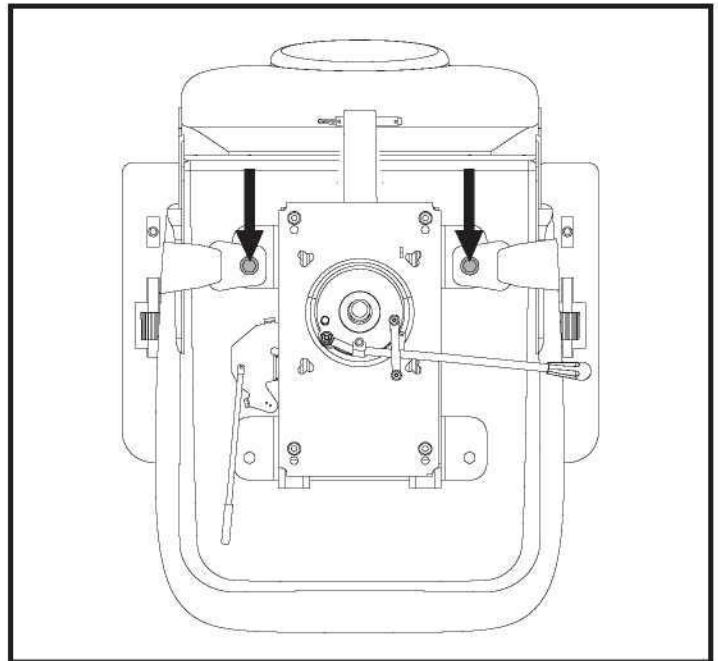

Figure 21. Boulons du ceinture de positionnement
2. Placez le siège à l'envers pour faire face à sa base. **Voir la figure 21.**
1. Insérez l'onglet de la ceinture côté droit dans la boucle de ceinture côté gauche jusqu'à ce que vous entendiez le «clic». **Voir la figure 21.**